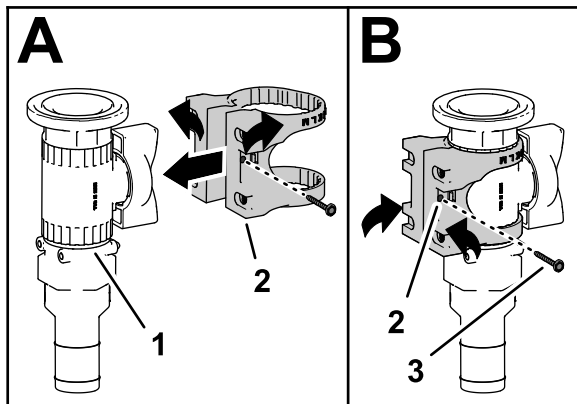

Figura 40
3. Monte a base da válvula na válvula de controle flangeada, conforme se mostra em A da Figura 40.
4. Prenda a ferragem da válvula à válvula de controle com o parafuso de cabeça flangeada (N.º 6) e aperte o parafuso à mão (B de Figura 40).